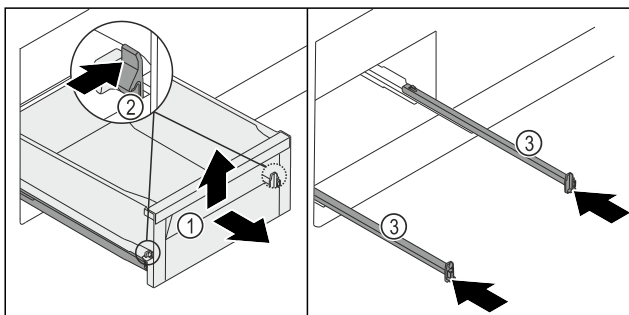

Fig. 125
- Schubfach Fig. 125 (1) bis zum Anschlag herausziehen.
- Klemme Fig. 125 (2) links und rechts gleichzeitig nach innen drücken.
- Schubfach Fig. 125 (1) löst sich von den Schienen.
- Schubfach Fig. 125 (1) vorne hochheben.
- Schubfach Fig. 125 (1) nach vorne entnehmen.
- Schienen Fig. 125 (3) einschieben.